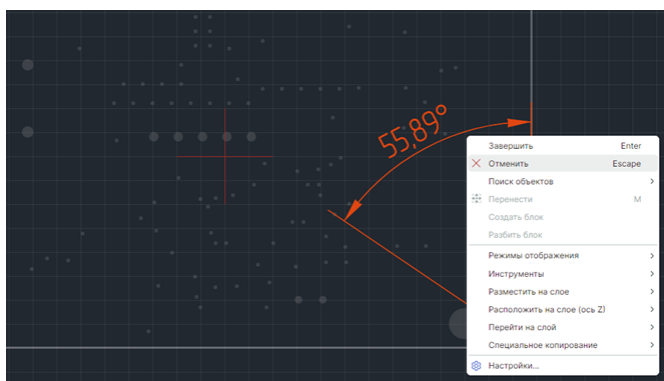

Рис. 293 Отмена размещения размерной линии
5. Размещение линии можно отменить, для этого нажмите клавишу «Escape» или вызовите контекстное меню и выберите «Отменить», см. Рис. 293.